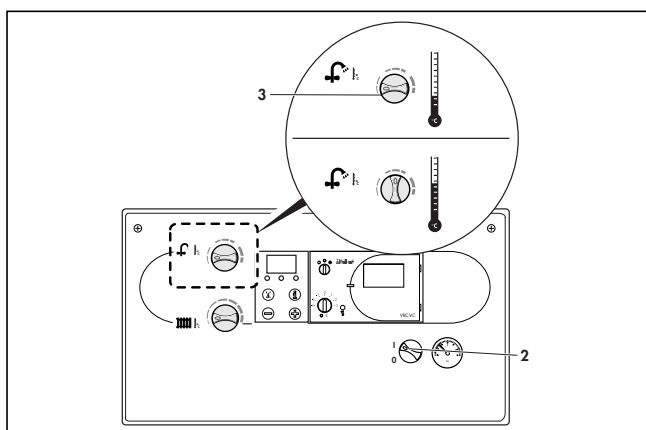

Рис. 5: Режим приготовления горячей воды
⚠ При жесткости воды больше 3,5 мг.экв/л (1,79 моль/м³) поворотную ручку (3) рекомендуется устанавливать максимум в среднее положение (рис. 5).